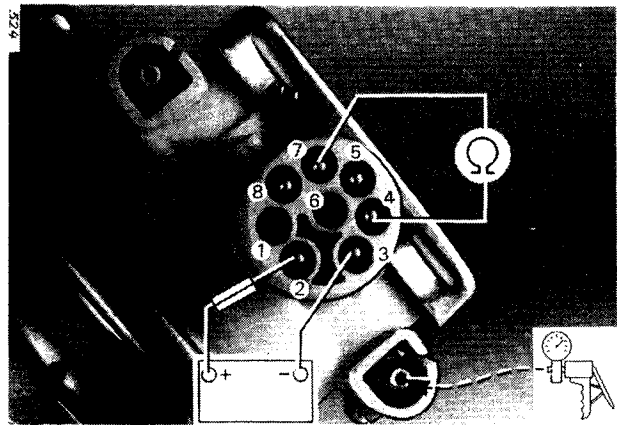

Bild 12
6. DROSSELKLAPPENANSTELLER (Bild 12–22a)
Achtung: Um Beschädigungen bei Fremdspannungsanschlüssen, s. Bild 12, 13, 16, zu vermeiden, ist unbedingt darauf zu achten, daß die Steckanschlüsse (4, 5, 7) nicht mit Spannung 12 V in Verbindung gebracht werden.
6.1 Dichtheit/Ventile/Zurückziehen (Bild 12, 13)
- Gemäß Bild 12 Steckanschlüsse (2 + 3) mit Spannung 12 V beaufschlagen und Ohmmeter an (4 + 7) anschließen.
- Mit Handunterdruckpumpe am evakuierenden Ventil, s. Bild 12, Druckdifferenz erzeugen, bis am Ohmmeter 500 – 700 Ω angezeigt werden (Der Stößel ist dabei nicht ganz eingezogen).
Wichtig: Bei direktem Anschluß mit der Batterie, s. Bild 12, 13 u. 16, muß an Batterie (B+) eine Sicherung (1 bis 5 A) zwischengeschaltet sein.